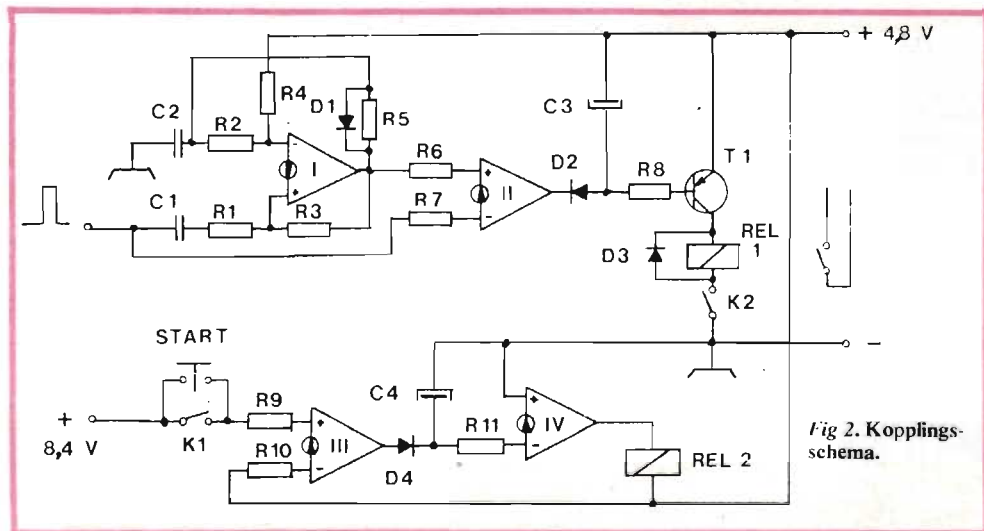

Fig 2. Kopplingschema.
*Fig 2* visar kopplingsschemat. Den övre halvan med operationsförstärkarna I och II samt transistorer och relä I utgör elektroniken för start och stopp av flygmotorn. Operationsförstärkare I arbetar som "one-shot"-multivibrator. De använda höga resistansvärdena är typiska för de flesta kopplingar med Norton-förstärkare. RC-länkar får därigenom låga kapacitansvärden, vilket är till fördel både ur ekonomisk synpunkt och med avseende på utrymmesbehovet.